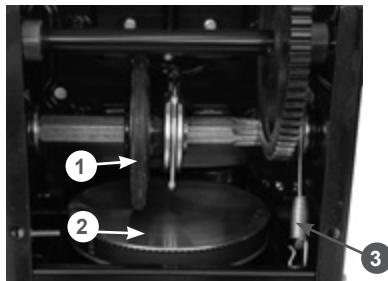

Рис. 12 Регулировка троса включения хода
- нажмите рычаг включения хода. При полностью нажатом рычаге включения хода пружина 1 должна быть растянута на 0,5 - 1 см (Рис. 12).
• отпустите рычаг включения хода. Между резиновым фрикционным колесом 1 и ведущим диском 2 должен быть зазор не менее 1 мм (Рис. 12);